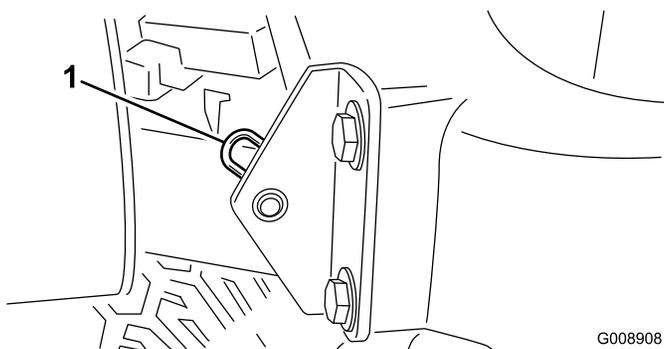

Figura 29
2. Tire o contrapino que fixa a articulação do capot aos suportes de montagem (Figura 29).
**Nota:** Os bocais de embeber nos rolamentos (Figura 29) necessitam de um adaptador de bico de pistola de pulverização. Encomende a peça N° 107-1998 da Toro ao seu distribuidor autorizado Toro.